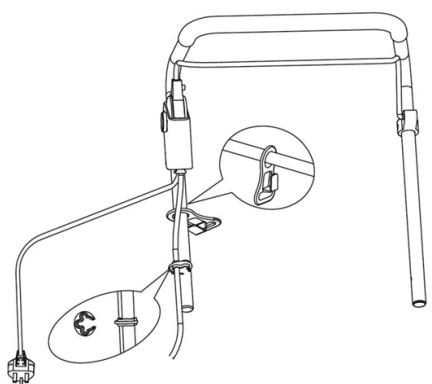

Fig.8
87. Encendido y apagado (Fig. 8)
El botón de seguridad (1) se enclava en su posición. (Fig. 8)
Incline la empuñadura hacia abajo para levantar ligeramente la parte delantera del aparato y reducir el riesgo de dañar el césped al arrancar. Pulse el botón de bloqueo de seguridad (1) de la caja de control y, mientras el botón sigue pulsado, tire de la palanca de control (2) hacia usted. (Fig. 8)